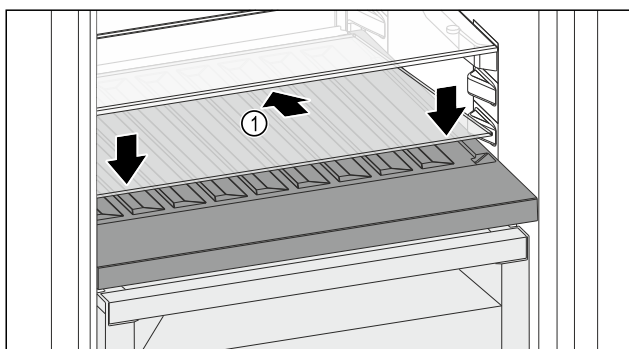

Fig. 118
- 向后下方倾斜放置玻璃隔板 Fig. 118 (1)。
- 放低玻璃隔板 Fig. 118 (1) 前部。